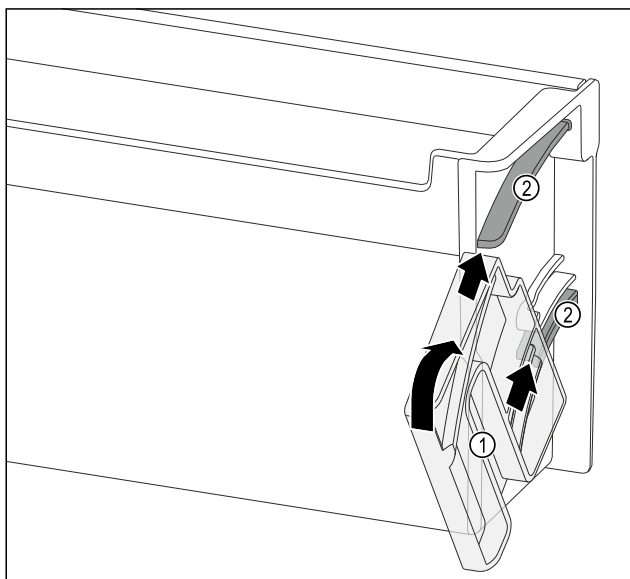

Fig. 146
- Umieścić pokrętło Fig. 146 (1) w taki sposób, aby zagłębienia znajdowały się naprzeciw kanałów prowadzących Fig. 146 (2) półki w drzwiach.
- Obrócić pokrętło Fig. 146 (1) w podanym kierunku.